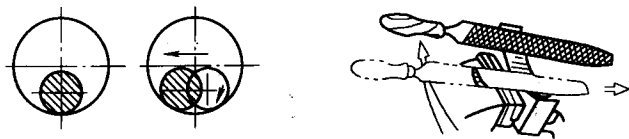

图 1-2 凹形弧面锉削
2) 凹形弧面工件的锉削方法。该类型的工件一般使用圆锉或半圆锉刀进行加工，如图 1-2 所示。加工凹形圆弧面的工件是有一定难度的，因为锉刀在锉削的同时要完成三种运动，即：前进运动、向左移动和绕锉刀中心转动。